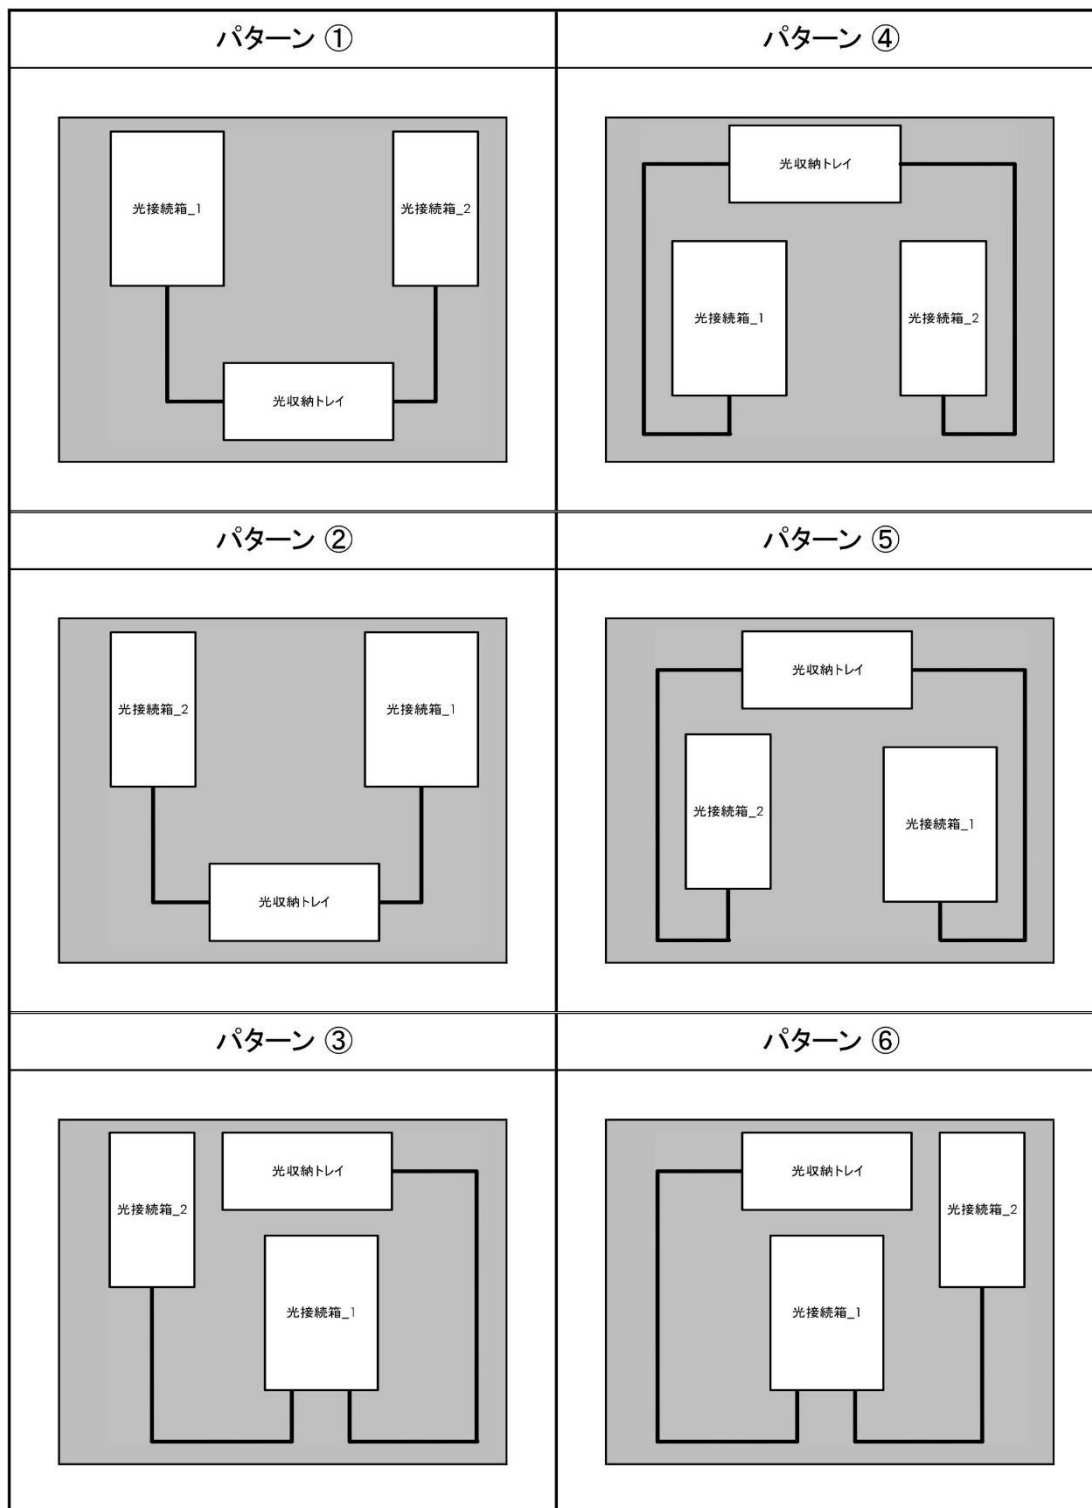

図 3 光ケーブルの接続配線作業の配置パターン
※図1は、図3に示す6パターンのいずれかが出題される。
- ・ 配線及び物品の配置は、図 3 に従って行うこと。